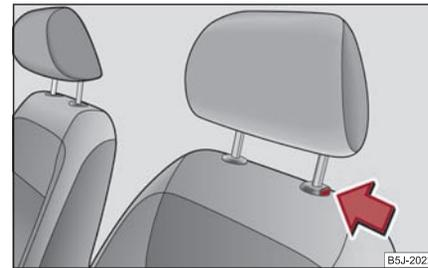

Abb. 62 Kopfstütze herausziehen
- Möchten Sie die Kopfstütze nach unten verschieben, müssen Sie die Sicherungstaste drücken ⇒ Seite 65, Abb. 62 und mit der anderen Hand die Kopfstütze nach unten drücken.
- Drücken Sie die Sicherungstaste in Pfeilrichtung ⇒ Seite 65, Abb. 62 und ziehen Sie die Kopfstütze heraus.